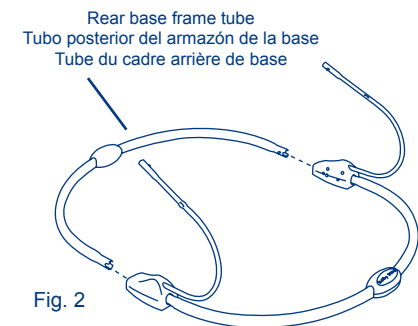

Fig. 2
- Insert the ends of the rear base frame tube into the corresponding holes on the left and right hubs. (Fig. 2)
- Introduzca los extremos del tubo trasero del armazón de la base en los agujeros correspondientes de los cubos izquierdo y derecho. (Fig. 2)
- Insérez les extrémités du tube du cadre de base arrière dans les trous correspondants dans les raccords gauche et droit. (Fig. 2)